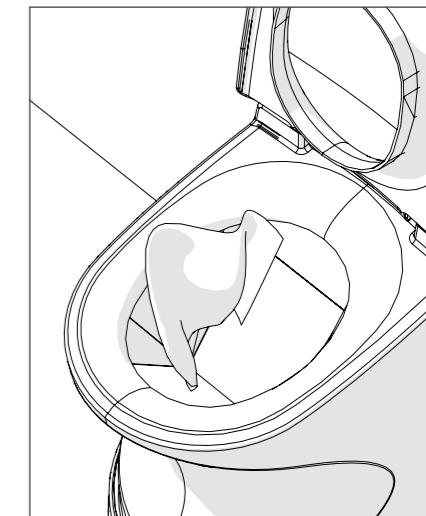

Bild 8
3. Rengör påsskålen med en mjuk trasa (bild 8). Använd alternativt papper som kan släppas ner i brännkammaren efter rengöring. Fäll sedan ner toalettlocket igen. Luckan till brännkammaren stängs.